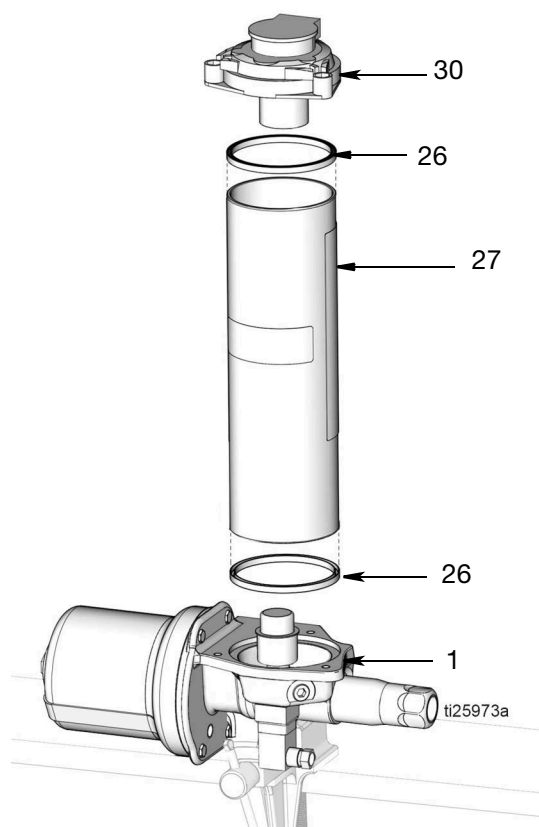

FIG. 15
11. Déposer le réservoir (27) de la base de la pompe (1) (FIG. 15). En cas de remplacement des joints (26) du réservoir, déposer les joints du réservoir. Jeter les joints en observant toutes les réglementations en matière.